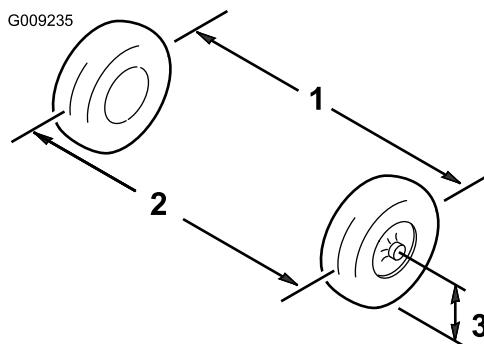

Figura 52
1. Misurate la distanza tra i pneumatici anteriori all'altezza dell'assale, davanti e dietro le ruote (Figura 52).